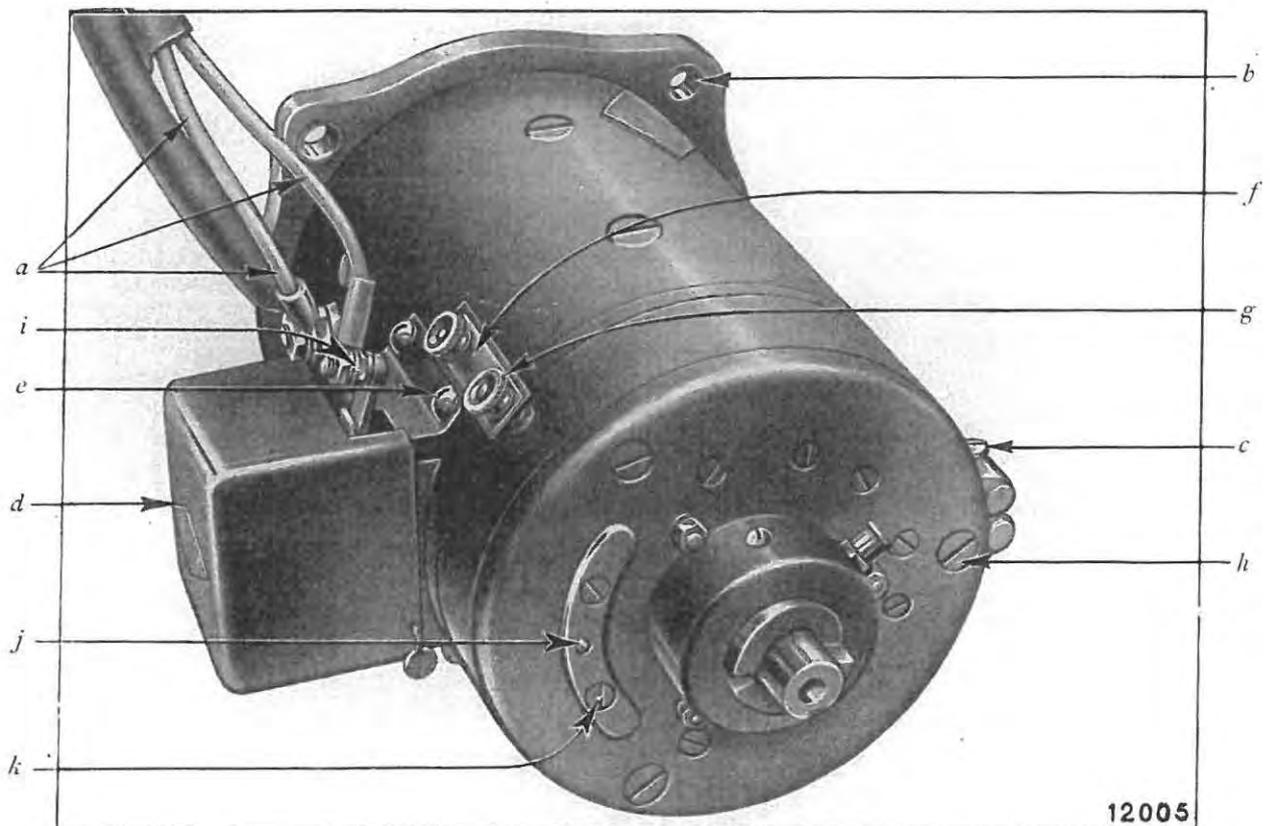

Fig. 80. — La dynastart vue de l'avant.
1. Enlever la ceinture (fig. 80).
2. Enlever le contacteur (fig. 80).
4. Démontér le palier AV (fig. 80).